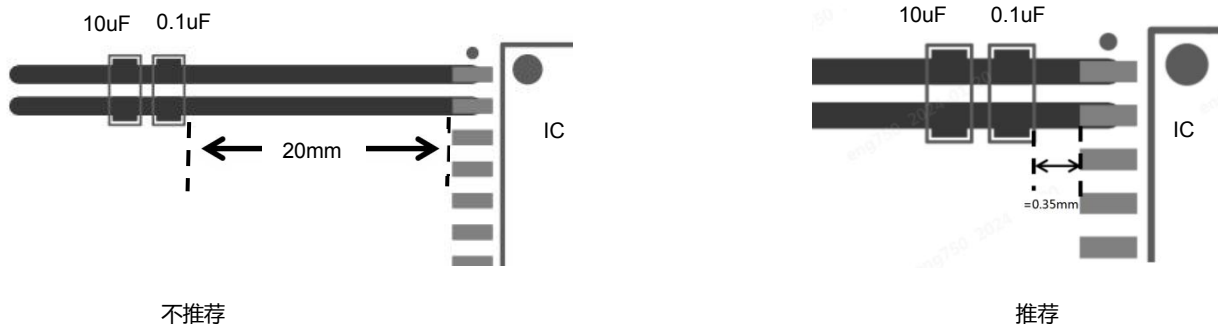

图 25-1
1、VCC 与 GND1、VISO 与 GND2 的 0.1uF 去耦电容及 10uF 储能电容应尽可能摆放在靠近芯片引脚的位置，以减少环路面积和 PCB 走线的寄生电感。一般应控制在 0.35mm。去耦电容放在靠近芯片的位置，储能电容放在外侧。如下图 25-1 所示。